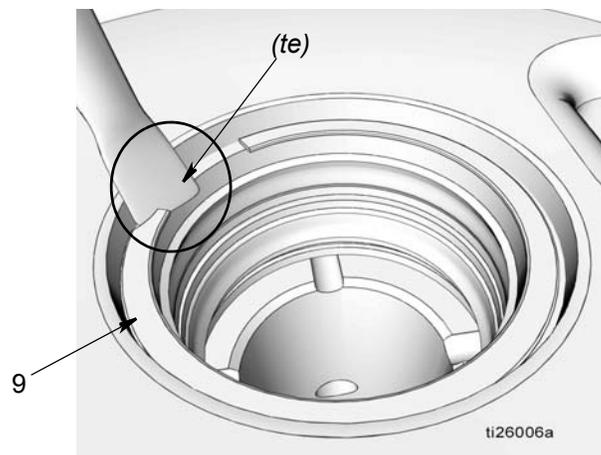

FIG. 26
- a. Deslice la hoja de un pequeño destornillador plano por debajo del borde cónico (*te*) del anillo de retención (9) y extraiga el anillo como se observa en FIG. 26.
- b. Extraiga el espaciador cónico (10), la junta (11) y el espaciador (12).
- c. Deslice la hoja de un pequeño destornillador plano por debajo del borde cónico (*te*) del anillo de retención (51) para desmontar el anillo como se observa en FIG. 26 y extraiga el anillo de retención.
- d. Retire el espaciador (12), la junta (11) y el otro espaciador (12).